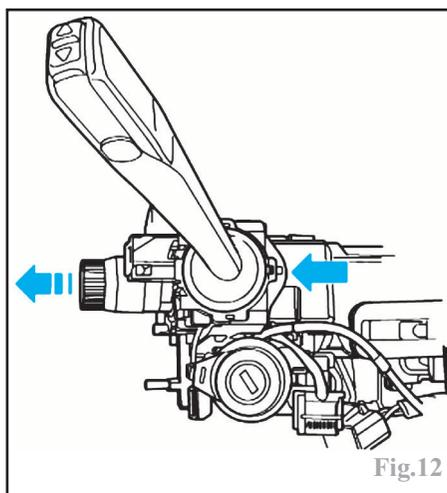

Fig. 12
- la commande d'essuie-vitre (Fig. 12).